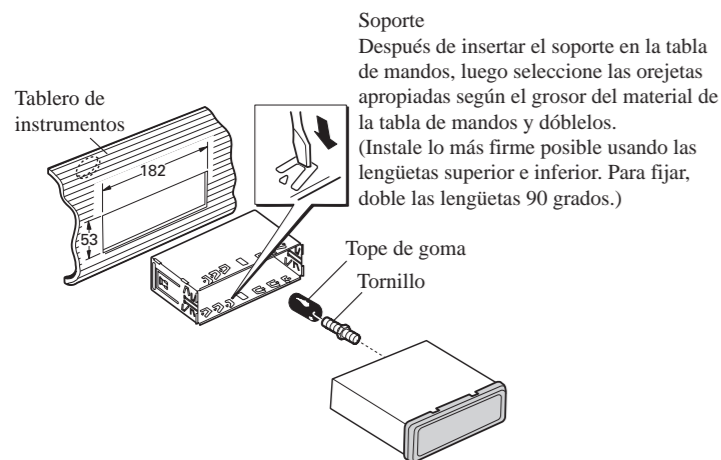

Fig. 4
**Instalación con tope de goma (Fig. 4)**